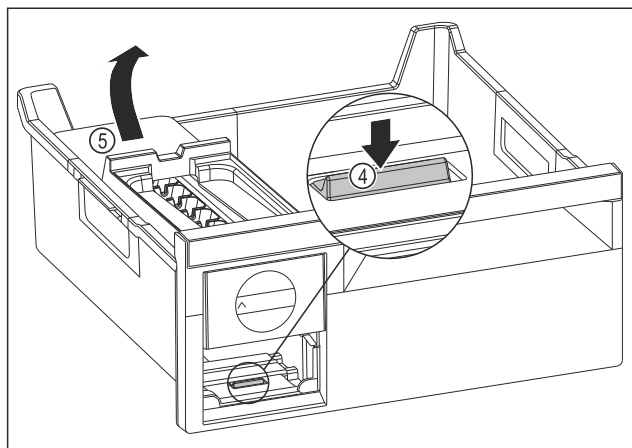

Fig. 96
- Estrarre il corpo dell'EasyTwist-Ice: Con un dito spingere la linguetta Fig. 96 (4) verso il basso e allo stesso tempo, con l'altra mano, sollevare il corpo dell' EasyTwist-Ice Fig. 96 (5) da dietro.